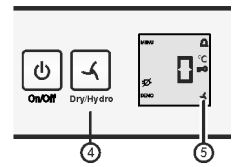

Fig. 3
- ▶ **Hydro** beállítása: Addig nyomja a Dry/Hydro gombot *Fig. 3 (4)*, amíg meg nem jelenik az  ikon. Eressze el a gombot.
- ▷ Világít a Dry/Hydro ikon *Fig. 3 (5)*.
- ▶ **Dry** beállítása: Addig nyomja a Dry/Hydro gombot *Fig. 3 (4)*, amíg ki nem alszik az  ikon. Eressze el a gombot.